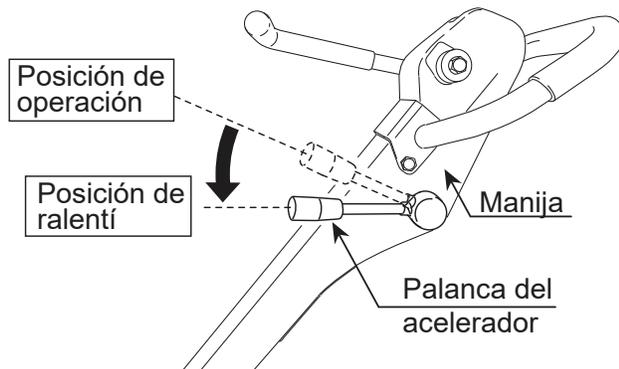

Figura 22. Palanca del acelerador (ralentí)
1. Mueva la palanca del acelerador a la posición del **ralentí** (Figura 22) y haga funcionar el motor durante tres minutos a velocidad baja.